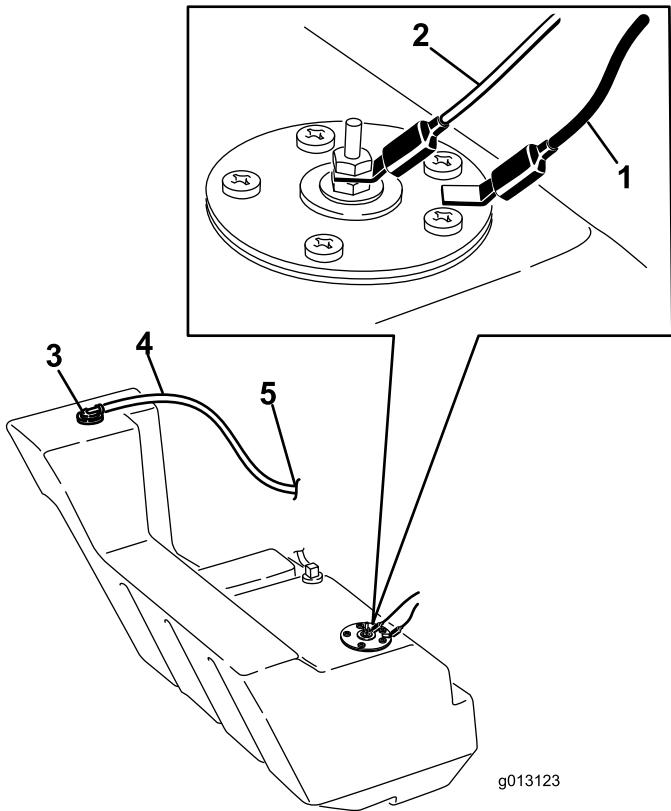

**Figura 57**
Con el tiempo, el chasis debajo del motor acumula suciedad y residuos que deben ser eliminados. Abra el capó e inspeccione frecuentemente la zona debajo del motor con una linterna. Cuando al acumulación de residuos llegue a 2,5–5 cm de grosor, complete el procedimiento siguiente (consulte Figura 57 para todo este procedimiento):
4. Retire los pernos, las arandelas y las arandelas de freno que fijan los dos contrapesos laterales, y retire los contrapesos (Figura 57).
7. Retire las seis tuercas y los pernos que fijan el panel trasero, y retire el panel (Figura 57).
9. Deslice el depósito de combustible hacia atrás (Figura 57).
16. Introduzca el depósito de combustible parcialmente en el chasis (Figura 57).
22. Vuelva a colocar el panel trasero y fíjelo con los seis pernos y las tuercas que retiró anteriormente (Figura 57).
24. Instale los contrapesos laterales con los pernos, las arandelas y las arandelas de freno que retiró anteriormente (Figura 57).